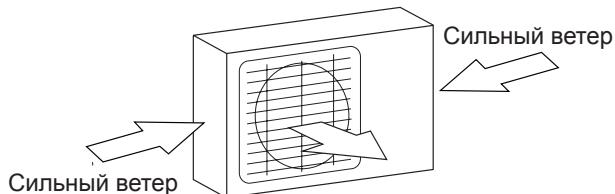

Рис. 5.1
- Если в месте установки бывают сильные ветры (например, на морском побережье), устанавливайте устройство на стене с подветренной стороны. При необходимости можно использовать навес (см. рис. 5.1 и 5.2).